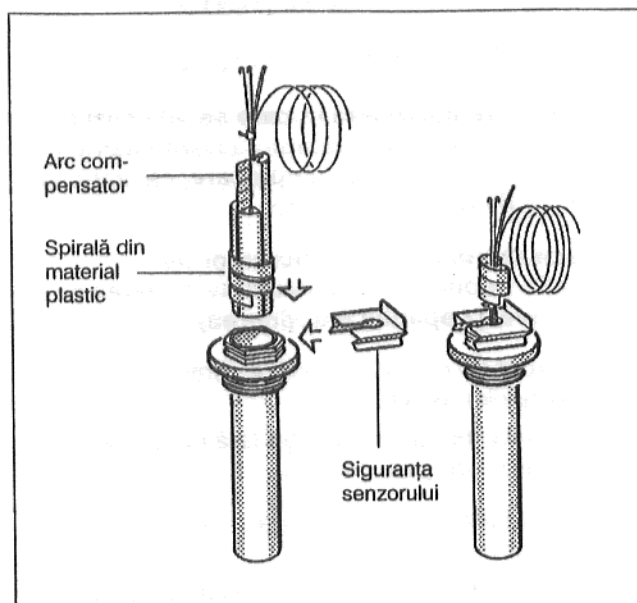

Fig. 10: Manșonul de imersie și senzorul temperaturii
- Senzorul temperaturii se introduce complet în manșonul de imersie. Spirala din material plastic se împinge atunci automat înapoi. Arcul de compensare trebuie împins deasemenea în manșonul de imersie (Fig. 10).
- Siguranța senzorului (pachetul de livrare- aparat de reglare) se presează lateral sau de sus pe capul manșonului de imersie (Fig. 10).